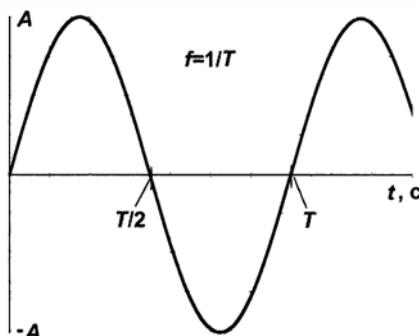

Рис. 4.2. График простого синусоидального колебания
На рис. 4.2 приведен график такой величины в зависимости от времени в условном масштабе. По оси ординат могут быть отложены как напряжение или ток, так и любой другой физический параметр. Отрезок времени T есть период изменения, а величина A носит название *амплитуды* и представляет собой максимальное значение нашей переменной в одном периоде (отметим, что для синусоидального закона минимальное значение — на части графика ниже оси абсцисс — строго равно максимальному). Величина, обратная периоду, обозначается буквой f и носит название *частоты* (см. формулу на рис. 4.2 вверху). Для нее придумана специальная единица измерения — это хорошо всем знакомый герц (Гц), названный так в честь немецкого физика XIX века Генриха Герца, доказавшего существование радиоволн. Как следует из определения частоты, размерность герца есть единица, деленная на секунду: $1 \text{ Гц} = 1/\text{с}$. Это просто-напросто означает, что колебание с частотой 1 Гц имеет период повторения ровно 1 секунду. Соответственно, 1 кГц (килогерц) означает, что в одной секунде укладывается тысяча периодов, 1 МГц (мегагерц) — миллион периодов и т. п.
Эта величина носит название *фазы*. Взятая для одного отдельного колебания, величина фазы выглядит не имеющей особого смысла, т. к. мы всегда можем сместить точку начала отсчета времени так, чтобы привести уравнение к виду (1), а, соответственно, график — к виду рис. 4.2, и при этом ничего не изменится. Однако все будет выглядеть иначе, если мы имеем два связанных между собой колебания — скажем, напряжения в разных точках одной схемы. В этом случае нам может быть важно, как соотносятся их величины в каждый момент времени, и тогда фаза одного переменного напряжения относительно другого (называемая в этом случае *сдвигом* или *разностью фаз*) и будет характеризовать такое соотношение. Для колеба-
Для того чтобы понять смысл этого вопроса, давайте внимательно рассмотрим график синусоидального напряжения на рис. 4.2. В каждый момент времени величина напряжения в нем разная — соответственно, будет разной и величина тока через резистор нагрузки, на который мы подадим такое напряжение. В моменты времени, обозначенные $T/2$ и T (т. е. кратные половине периода нашего колебания), напряжение на нагрузке вообще будет равно нулю (ток через резистор не течет), а в промежутках между ними — меняется вплоть до некоей максимальной величины, равной амплитудному значению A . Точно так же будет меняться ток через нагрузку, а следовательно, и выделяемая мощность (которая от направления тока не зависит —
Называть действующее значение «средним» неверно, правильно называть его *сред-неквадратическим* (по способу вычисления — через квадрат функции от времени). Но существует и понятия среднего значения, причем не одно, а даже два. Просто *среднее* (строго по смыслу названия) — сумма всех мгновенных значений за период. И так как нижняя часть синусоиды (под осью абсцисс) строго симметрична относительно верхней, то можно даже не брать интегралов, чтобы сообразить, что среднее значение синусоидального напряжения, показанного на рис. 4.2, в точности равно нулю — положительная часть компенсирует отрицательную. Но такая величина малоинформативна, поэтому чаще используют *средневыпрямленное* (средне-амплитудное) значение, при котором знаки не учитываются (т. е. в интеграл подставляется абсолютная величина напряжения). Эта величина (U_c) связана с амплитудным значением (U_a) по формуле $U_a = \pi \cdot U_c / 2$, т. е. U_a равно примерно 1,57 $\cdot U_c$.